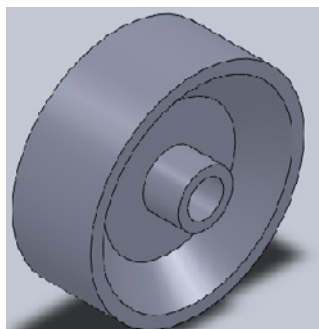

Figura 7.5 – Peça revolucionada
4.3 A Figura 7.5 exibe a peça após a revolução.